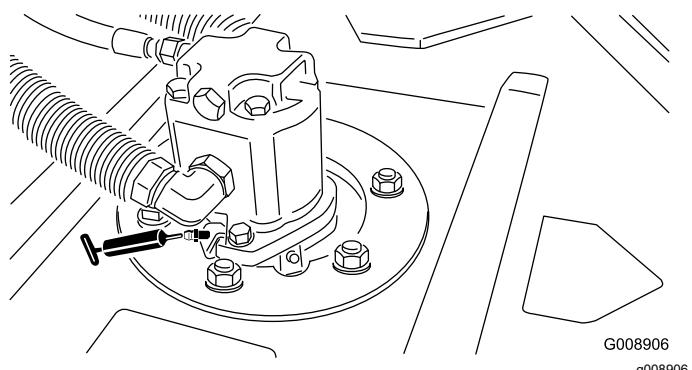

Figura 37
- Cojinetes de los ejes de las unidades de corte (2 por unidad de corte): Figura 37